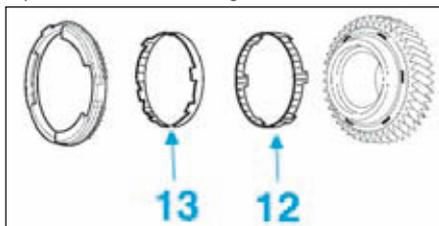

FIG.32
- Positionner les encoches de la synchronisation triple cônes (12) et (13) (Fig.32).